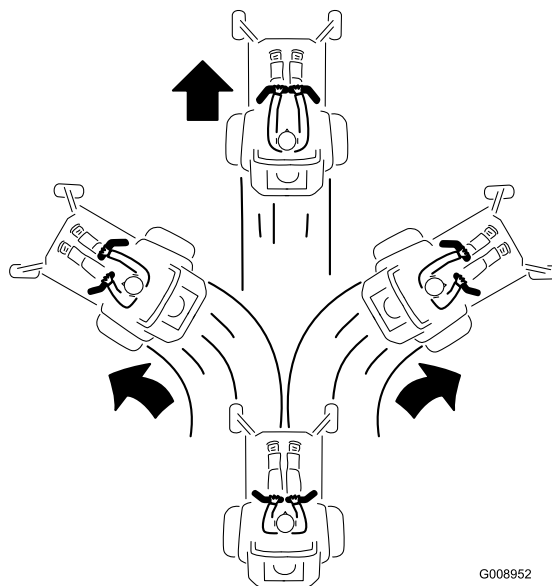

Figura 21
2. Para ir hacia adelante, empuje lentamente las palancas de control de movimiento hacia adelante (Figura 21).